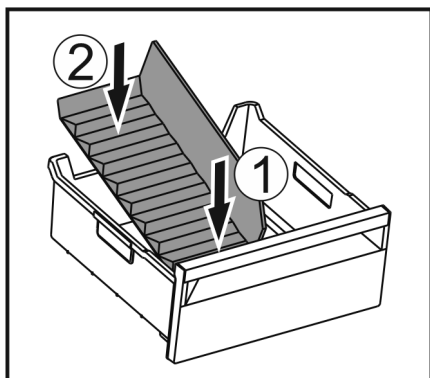

Fig. 193
- Vložte přední část přepážky přihrádky na led. Fig. 193 (1)
- Zadní část přepážky přihrádky na led spustěte až na dno zásuvky. Fig. 193 (2)